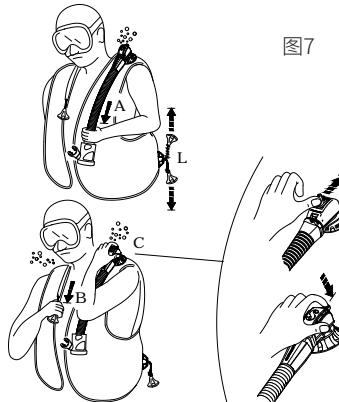

图7
a. 轻轻拉动软管组件 (图7-A)。
b. 按下阀壳凸起的按钮 (图7-C) (专利) :该系统也可用于清除另一名遇问题的潜水员(恐慌、初学潜水员、昏迷等)的空气。
- SCUBAPRO®双手动放泄阀(专利)有一个安全手动按钮，在手动放泄系统发生故障(绳索、销等破损)时按下该按钮，将会释放空气(图7-C)。
#### 下放泄阀(图7-L)
气体流出最大的排气装置是肩阀(图7-B)和下阀(图7-L)。